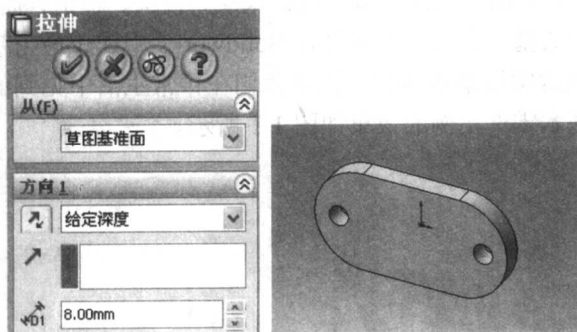

图 1-4 “拉伸”属性管理器和拉伸效果
(4) 单击特征工具栏中的“拉伸”工具按钮, 打开“拉伸”属性管理器, 将深度设置为 8mm, 然后单击“确定”按钮, 生成拉伸效果, 如图 1-4 所示。